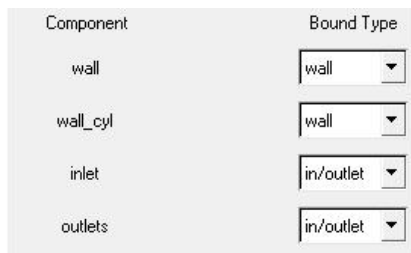

图 5-159 设置 Bound Type
(13) 对每一个被选中的组件设置正确的 Bound Type。由于将要由 wall 和 wall_cyl 组件生成边界层，因此要设置他们的 Bound Type 为 Wall。同样确认一下 inlet 和 outlets 组件的 Bound type 设置为 in/outlet，如图 5-159 所示。